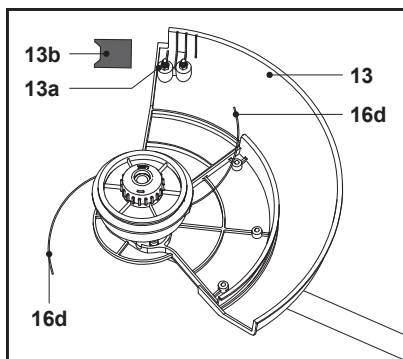

Fig. 17
Le carter de protection (13) protège l'opérateur contre les objets projetés pendant le fonctionnement. Il est équipé d'une lame (13a) qui coupe le fil de coupe (16d) (Fig. 17).